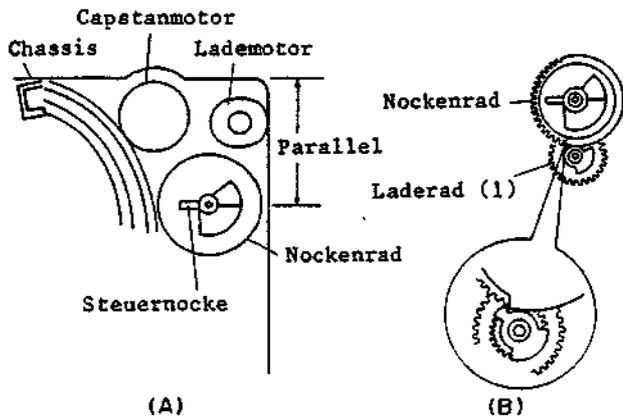

Abb. 3-2
2. Einstellung des Nockenrades (Abb. 3-2(A), (B), (C))
3. Das Nockenrad so einbauen, daß die Steuernocke (Form eines umgekehrten "L") auf dem Nockenrad parallel zur Oberkante des Chassis angeordnet ist (siehe Abb. 3-2 (A)).
4. Das Ladezahnrad (1) gemäß Abb. 3-2(B) einbauen.
5. Das Ladezahnrad (2) so einbauen, daß dessen Markierung mit der Markierung auf dem Vorratsteller-Ladering ausgerichtet ist und die Delta-Markierungen an den Laderädern (2) und (1) fluchten (siehe Abb. 3-2(C)).